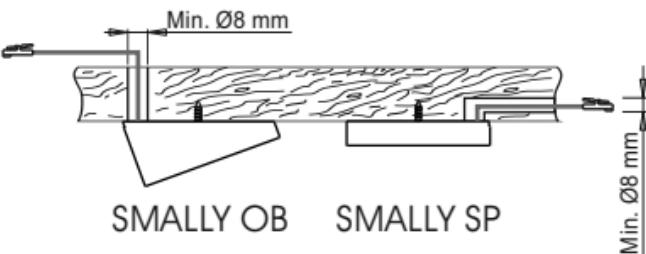

Fig 7
- If necessary, bore a ø ≥ 8mm exit hole for the power supply cable as illustrated in figure 7.
- Si besoin, pratiquer pour la sortie du câble d'alimentation un trou de ø ≥ 8mm, comme indiqué sur la figure 7.